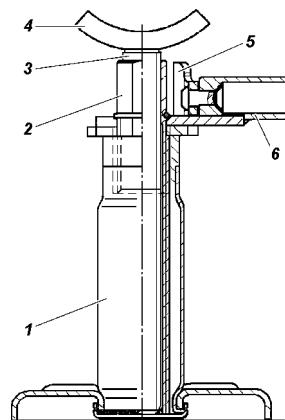

Рис. 10.1. Домкрат:
**Домкрат** (рис. 10.1 или 10.2) предназначен для вывешивания колес автомобиля при его техническом обслуживании или ремонте. Грузоподъемность домкратов 2 т. Наибольшая высота подъема домкрата, приведенного на рис. 10.1 - 240 мм, на рис. 10.2 - 295 мм.
### **Последовательность действий для вывешивания колеса при применении домкрата, приведенного на рис. 10.1:**